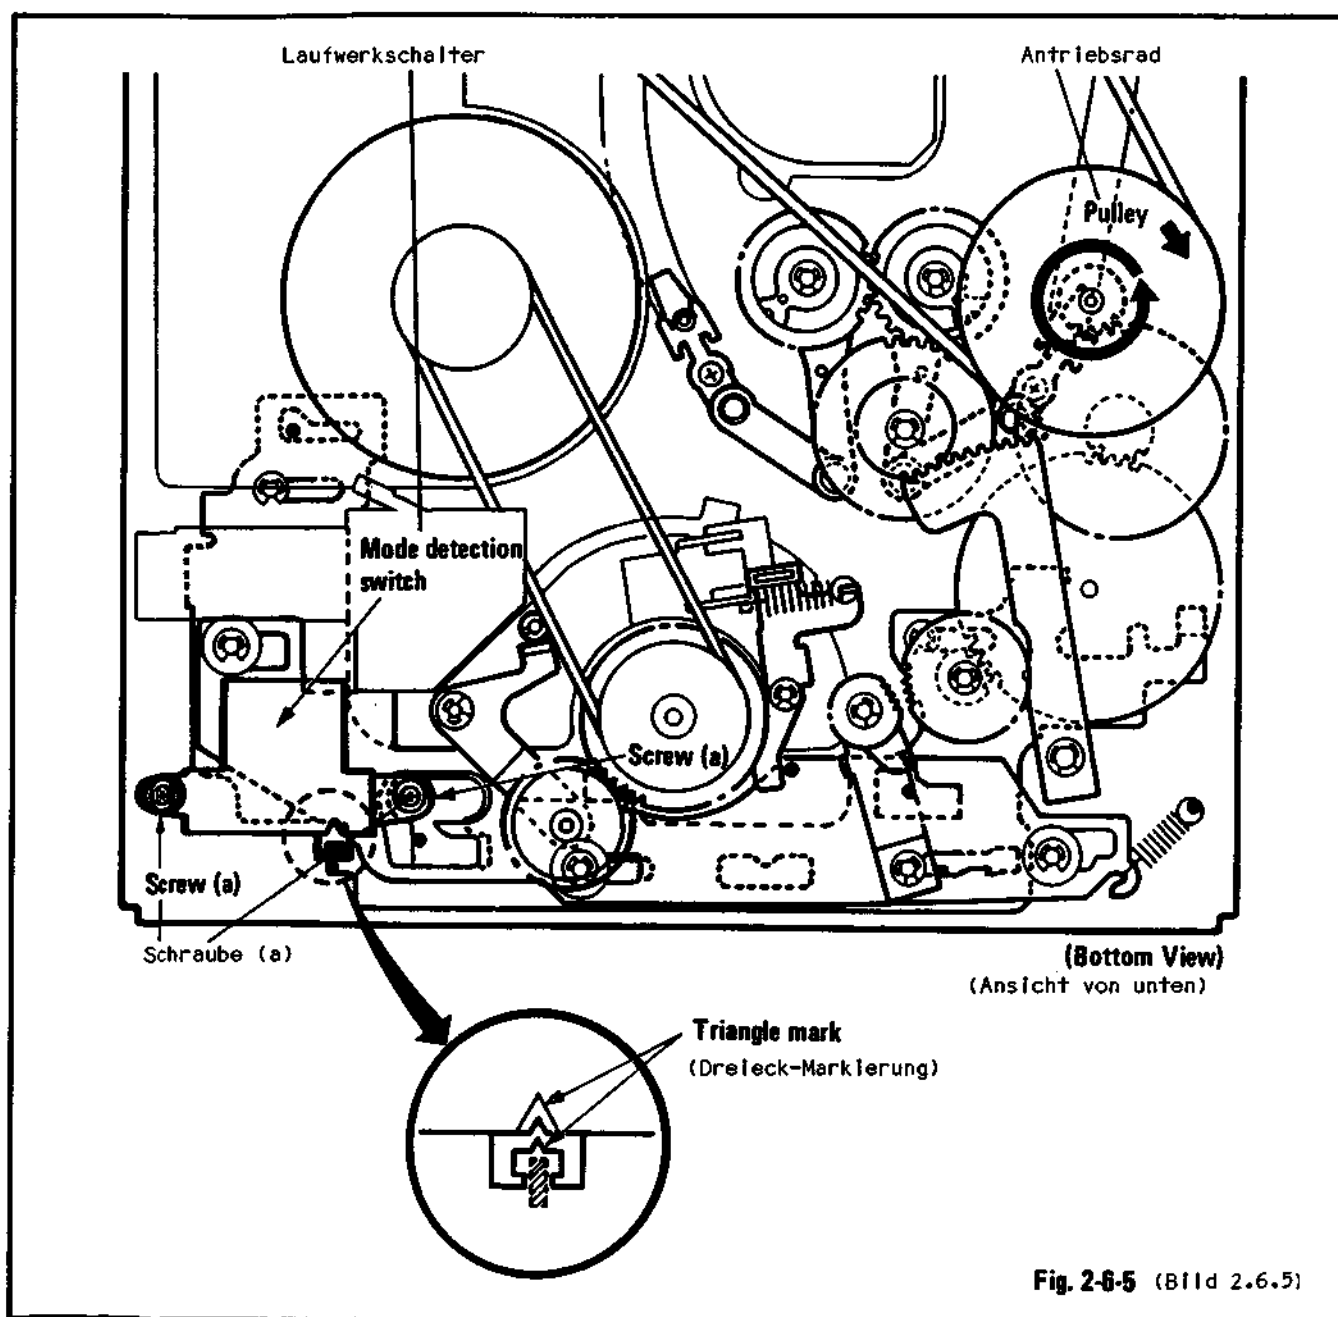

Fig. 2-6-5 (Bild 2.6.5)
2.6.5 Einstellen der Laufwerkschalter-Position, Bild 2.6.5
2.6.5 Mode Detection Switch Positioning, Fig. 2.6.5